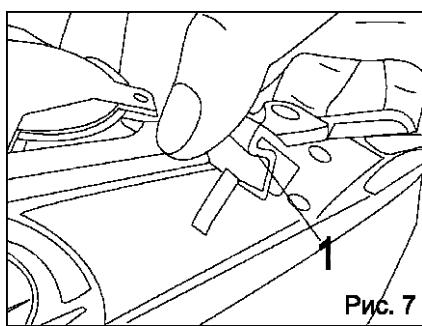

Рис. 7
Найдите рукоятку (1) натяжения ленты (Рис. 7) и вытяните ее. Будьте осторожны, так как рукоятка натянута и может отскочить обратно в закрытое положение. Продолжайте вытягивать рукоятку до тех пора, пока она не защелкнется в положении, показанном на рисунке 7.